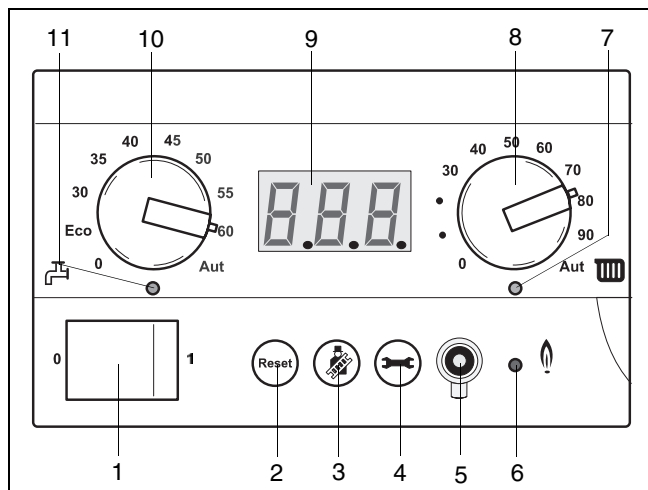

fig. 18 BC10
På BC10 findes følgende betjeningslementer (fig. 18):
Netafbryder (fig. 18, pos. 1)
Resettast (fig. 18, pos. 2)
Skorstensfejertast (fig. 18, pos. 3)
Servicetast (fig. 18, pos. 4)
Servicekonnektor (fig. 18, pos. 5)
LED "Brænder TIL" (fig. 18, pos. 6)